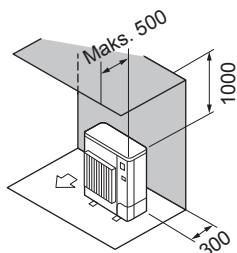

Fig. 2-3
- ② Hindringer kun bak og over (fig. 2-3)